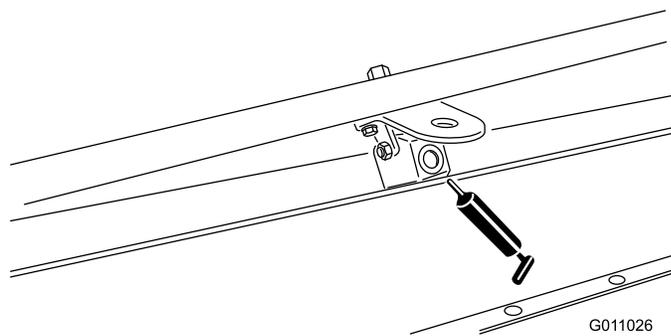

Рисунок 33
- Ось поворота щетки (2 шт.) (Рисунок 33).